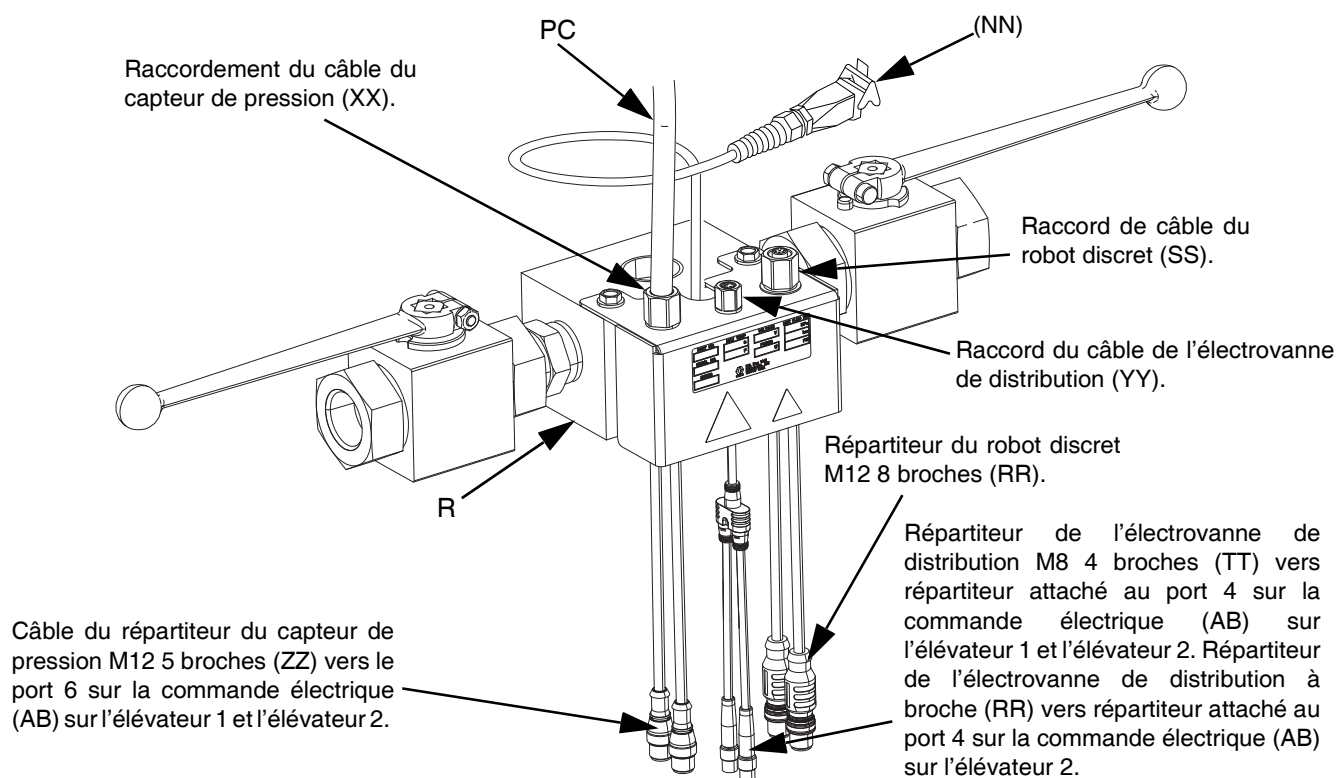

FIG. 22
1. Si vous utilisez un système d'alimentation iQ à un élévateur, connectez le câble du capteur de pression (PC) de la vanne de distribution (B) au port 6 sur le moteur électrique (AB). Voir **Raccords de communication du moteur électrique** pour les élévateurs simples à la page 16.
- a. Connectez le câble du capteur de pression (PC) de la vanne de distribution (B) au répartiteur du capteur de pression de la vanne du bloc tandem. Voir la FIG. 22.
- b. Connectez une extrémité mâle du câble de répartition du capteur de pression M12 à 5 broches (ZZ) sur le bloc tandem (R) au port 6 du moteur électrique (AB) sur l'élévateur 1. La deuxième extrémité mâle est connectée au port 6 sur l'élévateur 2. Voir **Raccords de communication du moteur électrique** pour l'**Élévateur en tandem** à la page 17.